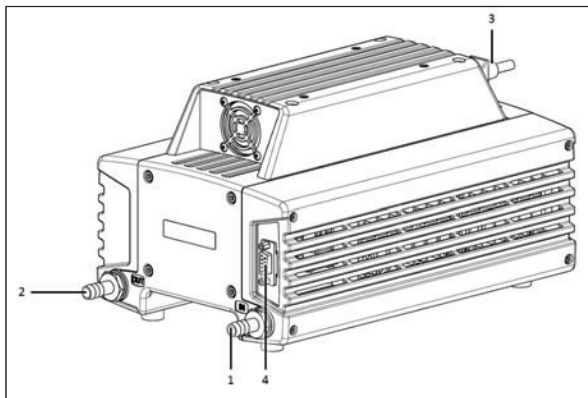

Fig. 1: Design PJ25481-950.50.18
- Pumpe am Netzschalter einschalten (siehe Fig. 1/3 in Kapitel 5).